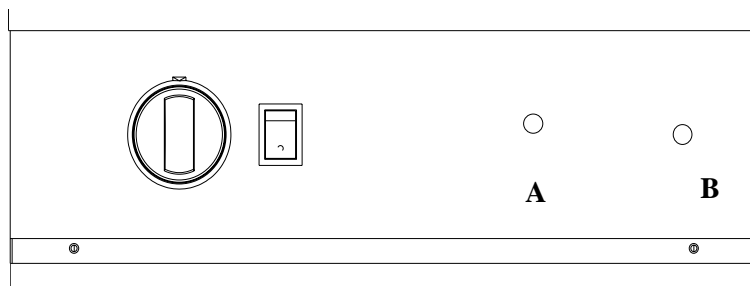

Fig. 6
- (FR) Avant la première utilisation, nettoyer soigneusement la cuve à l'eau additionnée d'un produit lessiviel non agressif.
- (GB) Before using for the first time, thoroughly clean the vessel using water containing a non-aggressive washing agent.
- (NL) Voor het eerste gebruik de friteusebak grondig reinigen met water en een niet bijtend afwasmiddel.
**Mise en service / Use / Aanzetten (fig. 6)**
- (FR) Le voyant A représente la mise sous tension, basculer l'interrupteur B, celui-ci s'éclaire indiquant la mise en fonction de la lampe infrarouge. Garnissez la cuve munie de sa tôle de fond perforée de frites cuites et égoutées (2 kg maximum).
- (GB) A is the power ON/OFF signal lamp. Press switch B and switch will light to show infra-red lamp is switched on. Load the pan with the perforated bottom plate with fried and dry chips (max. 2 kg)..
- (NL) Signaallamp A geeft aan dat het apparaat al dan niet op het net is aangesloten. Druk op de schakelaar B. De ingebouwde lamp licht op ten teken dat de infraroodlamp op de spanning is aangesloten. Plaats de geperforeerde plaat met de gebakken en uitgele.